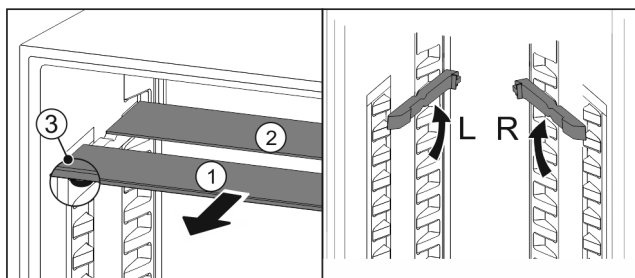

Fig. 100
- Skleněné desky jednotlivě vytáhněte dopředu Fig. 100 (1).
- ▷ Skleněná deska Fig. 100 (1) s ozdobnou lištou leží vpředu.
- ▷ Zárážky Fig. 100 (3) směřují dolů.